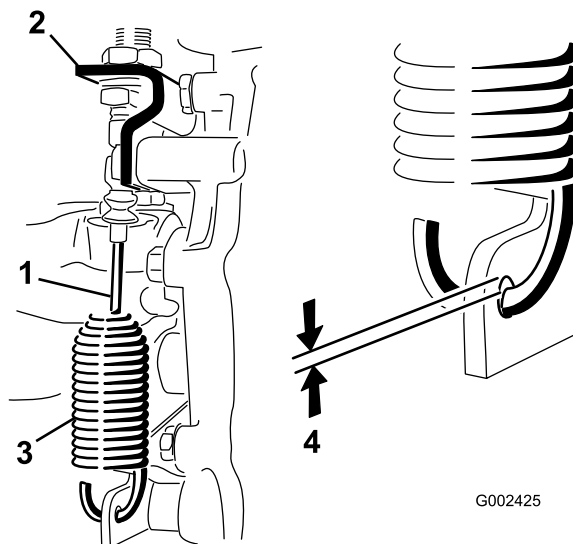

Bild 52
2. Lösen Sie die Klemmmuttern, mit denen das Differenzialsperrkabel an der Halterung am Getriebe befestigt ist (Bild 52).